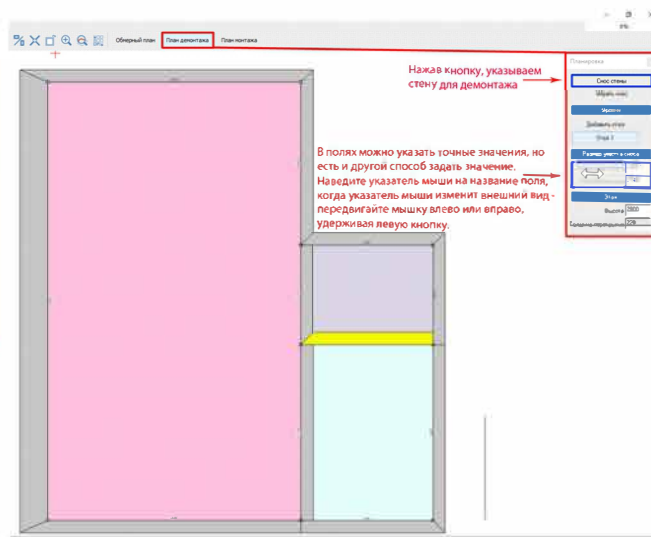

рис. 72
2. Построение плана демонтажа (рис. 72);